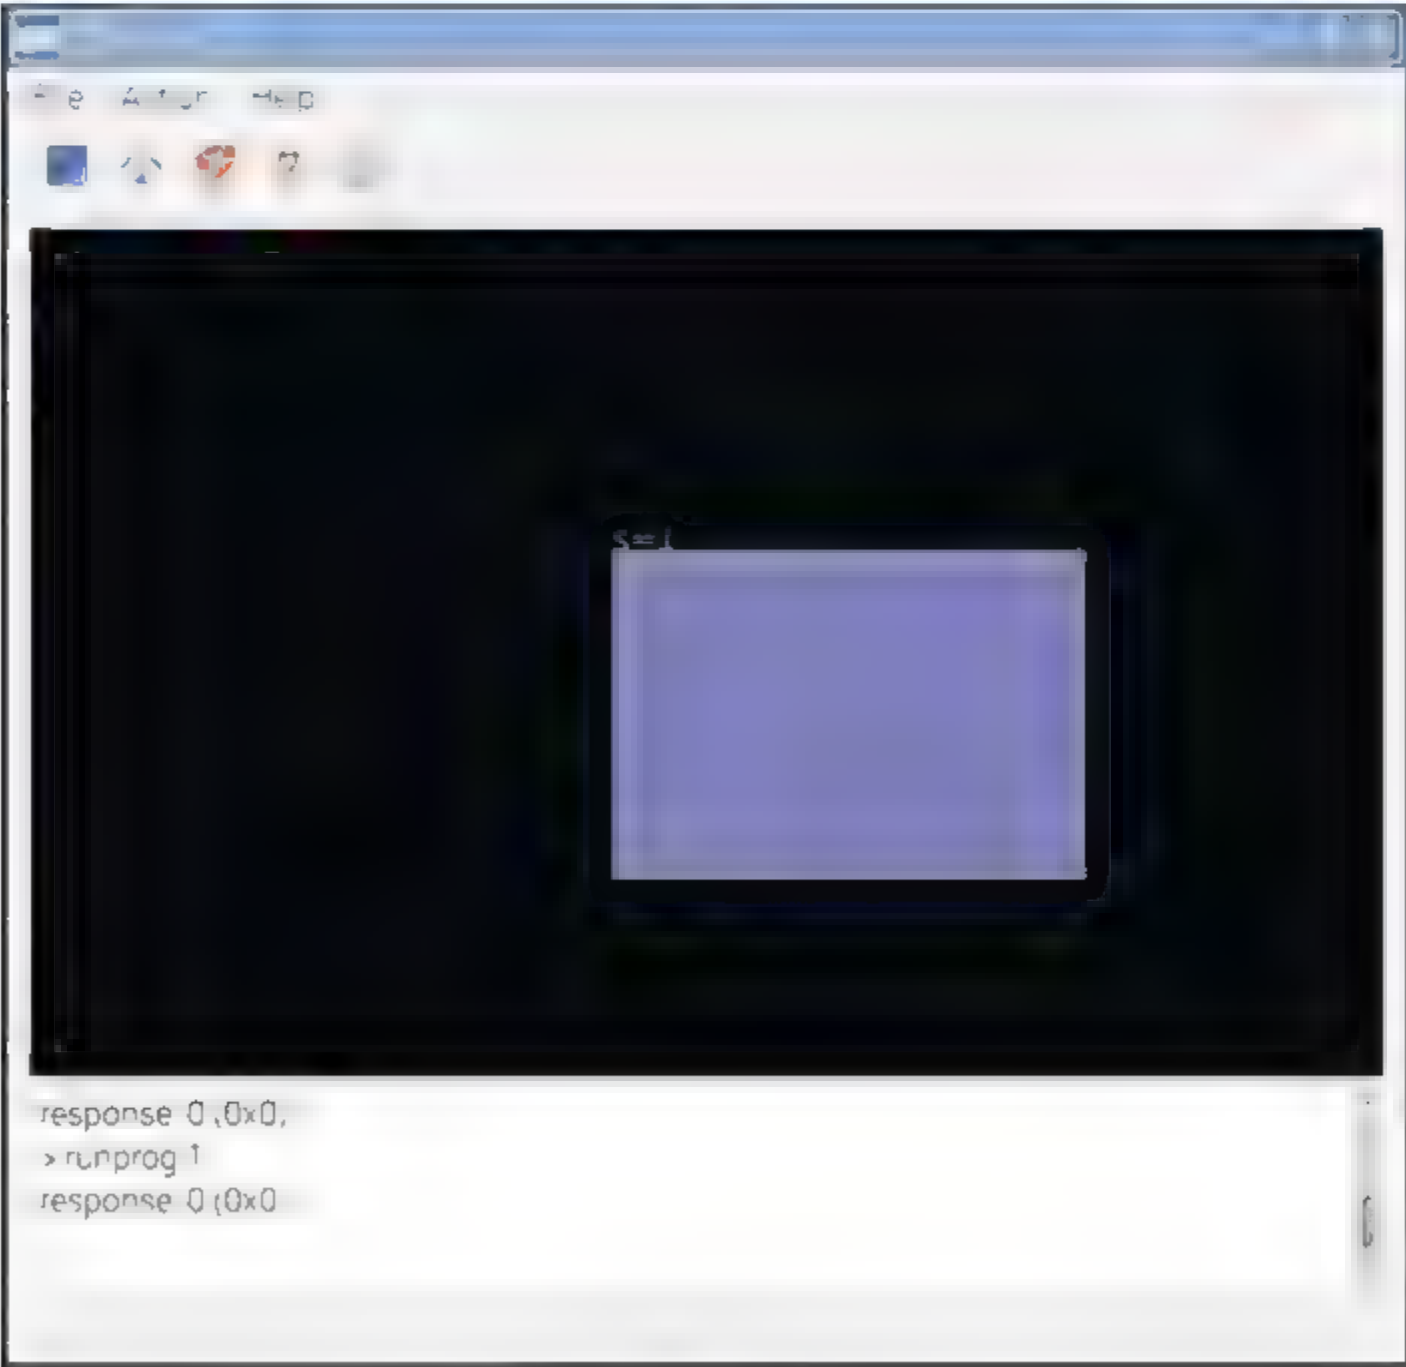

图 3-22
(1) 利用已经注册的签名，选择 PixyMon 应用的菜单 Action | Run Pan/Tilt demo，激活 Pan/Tilt，如图 3-22 所示。